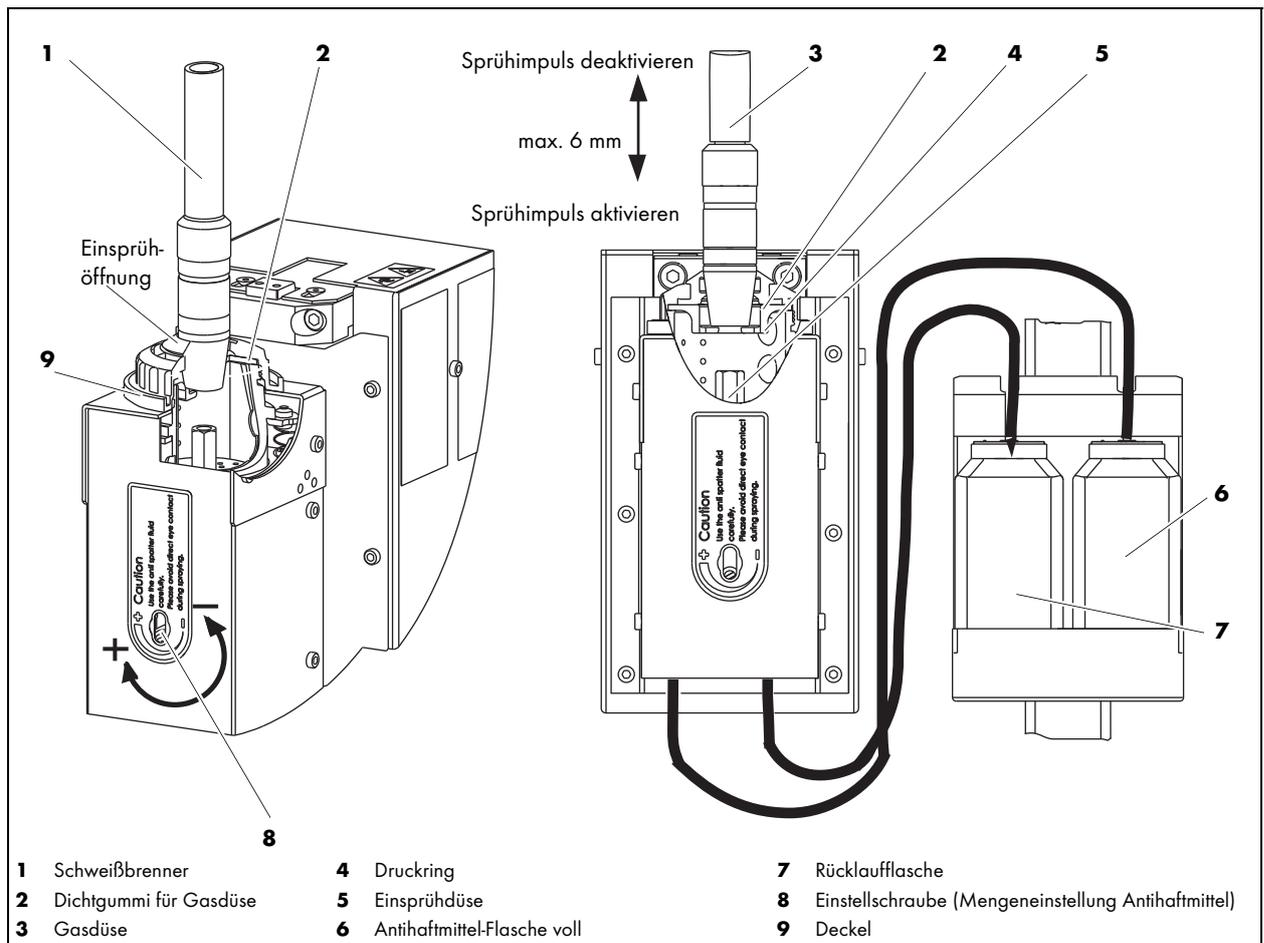

Abb. 10 Antispritzerschutzmittel einstellen
- Mit der Einstellschraube **(6)** (siehe Abb. 10 Antispritzerschutzmittel einstellen auf Seite DE-15) können Sie die Menge des Antihafmittels pro Sprühimpuls justieren.
- Das Restöl des Antihafmittels aus der Einsprühinheit wird in der Rücklaufflasche **(7)** (siehe Abb. 10 Antispritzerschutzmittel einstellen auf Seite DE-15) gesammelt und kann nach einer Reinigung von Schmutzpartikeln wiederverwendet werden.
- Mittels der Einstellschraube **(8)** (siehe Abb. 10 Antispritzerschutzmittel einstellen auf Seite DE-15) können Sie die Antihafmittelmenge erhöhen oder reduzieren.